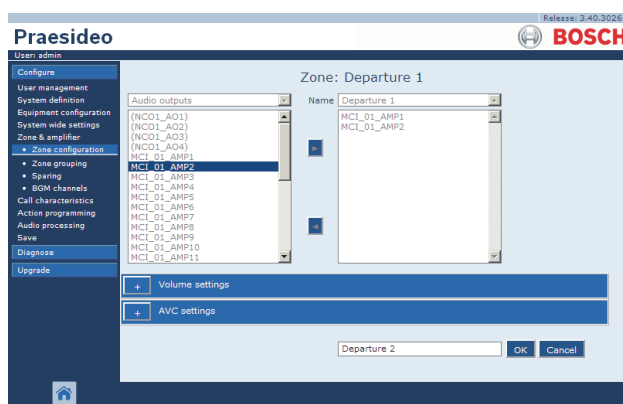

figura 46.4: Adicionar uma zona, passo 2
- 2 Clique no botão *Add* e introduza um nome para a nova zona na caixa de texto na parte inferior da página. Por exemplo, *Departure 2* (consulte a figura 46.4). Pode conter até 16 caracteres.